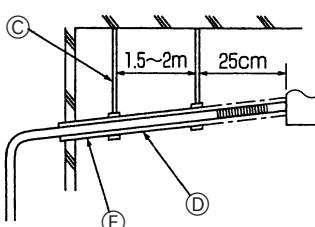

Fig. 8-2
- (4) Säkerställ att dräneringsrörledningen har ett sluttningsförhållande som är större än 1/100. (Fig. 8-2)